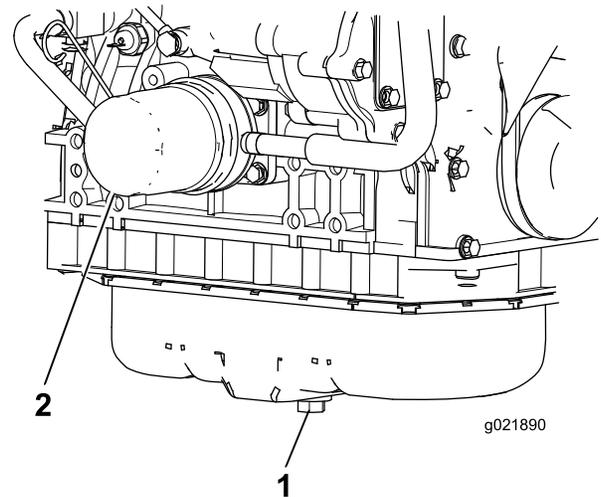

Figure 28
1. Retirez le bouchon de vidange (Figure 28) et laissez couler l'huile dans un bac de vidange. Remettez le bouchon en place lorsque la vidange d'huile est terminée.
2. Déposez le filtre à huile (Figure 28). Appliquez une fine couche d'huile propre sur le joint du filtre de rechange avant de le visser en place. **Ne serrez pas excessivement.**